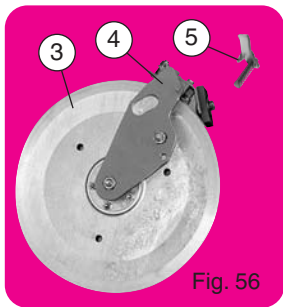

Fig. 56
- 1 roue ③ sur son cadre ④ avec décrotoir et boulonnerie
- 1 taquet d'escamotage ⑤ (fig. 56).
- Rolle ③ mit Halter ④ mit Abstreifer und Schrauben
- Arretierungslasche ⑤ - Fig. 56
- 1 wheel ③ on its bracket ④ with scraper and bolts
- 1 retracting latch ⑤ (fig. 56)